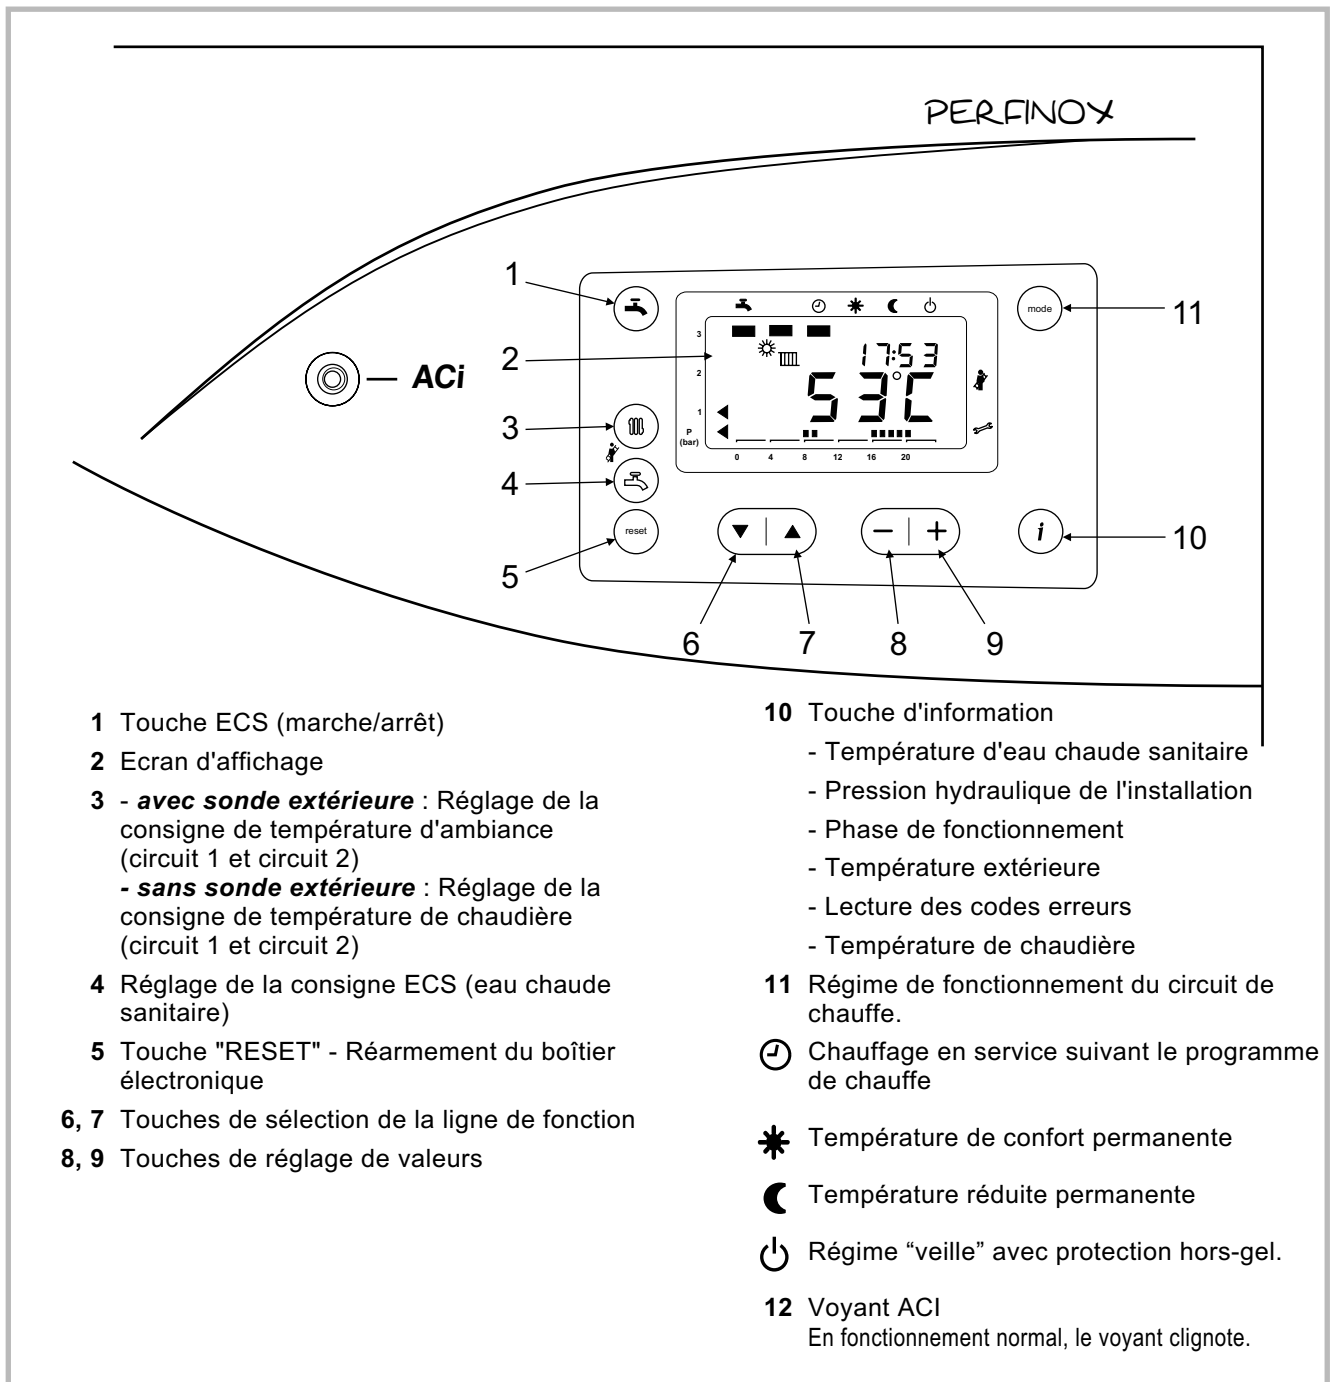

Figure 43 - Tableau de contrôle
- Appuyer sur la touche (▼) ou (▲) (rep. 6 et 7, fig. 43)
- Régler les valeurs réglables avec (-) ou (+) (rep. 8 et 9, fig. 43)